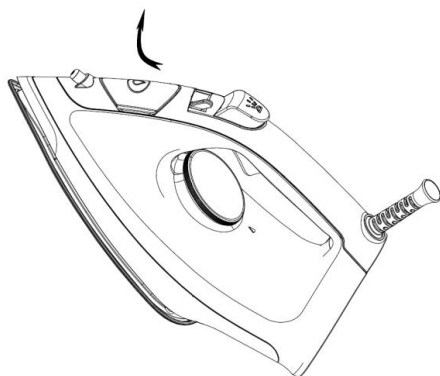
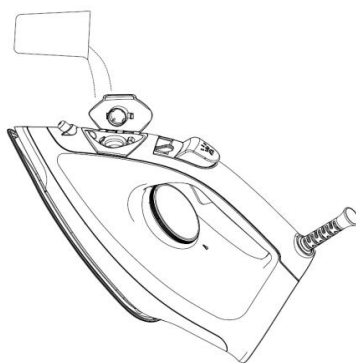

Fig.1
Fig.2
68. Open het waterinlaatdeksel (zie Afb. 1) en kantel het strijkijzer 30°. Giet een geschikte hoeveelheid water in de watertank met een maatbeker (zie Afb. 2). Het is het beste om zuiver water of gedestilleerd water met minder calciumdeeltjes te gebruiken en zorg ervoor dat het water de maximale waterniveaulijn op de watertank niet overschrijdt. Druk op het waterinlaatdeksel om het te sluiten. Er is een "klik"-geluid te horen als het waterinlaatdeksel goed op zijn plaats zit.